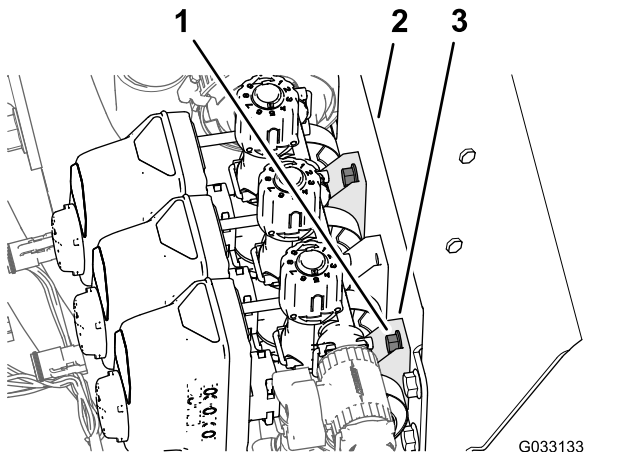

Рисунок 44
1. Ослабьте затяжку 4 болтов с фланцевыми головками (1/4 x 3/4 дюйма) и 4 фланцевых контргайки (1/4 дюйма), которые крепят 3 клапана секций к креплению коллектора (Рисунок 44).